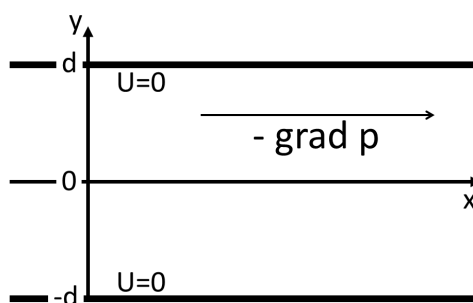

図 7.4: 2次元ポアゾイユ流を考える系の設定.
- 平板に平行に x 軸をとり, 平板に垂直に y 軸をとる (図 7.4).